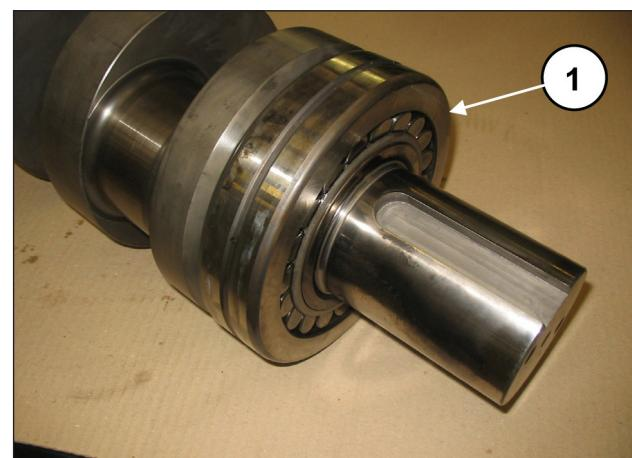
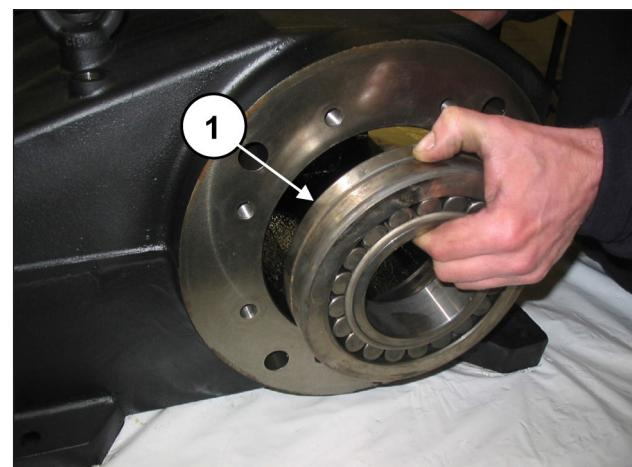

Fig. 41
Fig. 42
Prémonter le coussinet côté PTO sur l'arbre et le pousser à fond (rep. ①, Fig. 41) puis monter le coussinet de l'autre côté sur le carter (rep. ①, Fig. 42).
La bague interne du coussinet Fig. 42 est conique. Vérifier que la conicité va de l'extérieur vers l'intérieur pour recevoir correctement la douille.